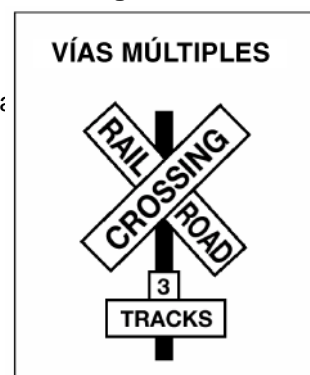

Figura 10.7
**Señales de cruce de ferrocarril.** Esta señal indica un cruce pasivo y exige el paso al tren. Cuando la carretera pasa por encima de más de un par de vías, especifica la cantidad correspondiente. *Ver la figura 10.7.*